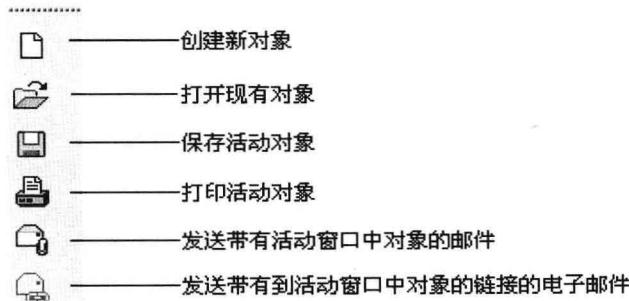

图 1-14
- “文件”工具栏：该工具栏中的功能按钮可以进行文件的新建、文件的打开、文件的关闭和文件的保存等操作，“文件”工具栏如图 1-14 所示。